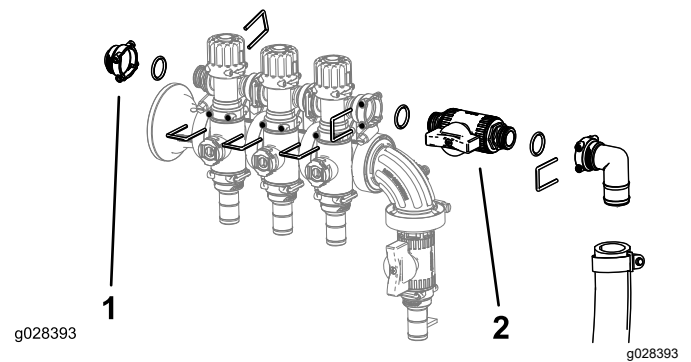

Figure 6
5. Montez le bloc de réglage de dérivation, le bouchon femelle, les joints toriques, la vanne de coupure et l'ensemble raccord et flexible au moyen des étriers de fixation retirés précédemment, comme montré à la Figure 6.